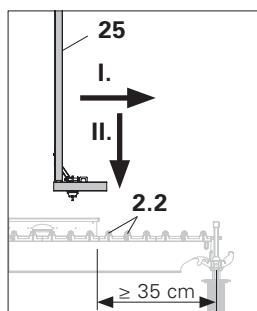

Fig. A8.04a
Per poter montare un'unità parapetto SD devono esserci almeno 35 cm liberi sulla trave longitudinale. (Fig. A8.04a)
2. Muovere l'unità parapetto SD (25) prima in direzione del bordo libero (I) quindi verso il basso (II). (Fig. A8.04a)